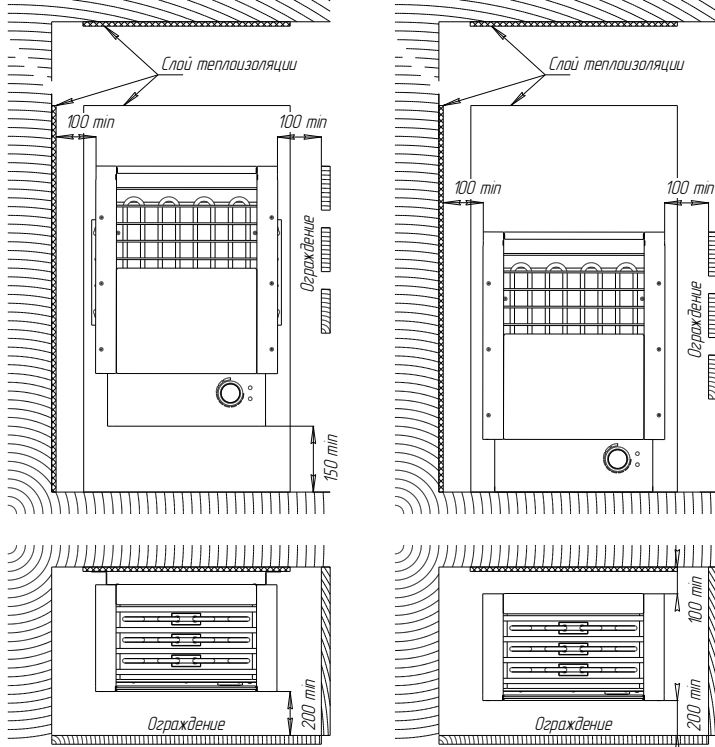
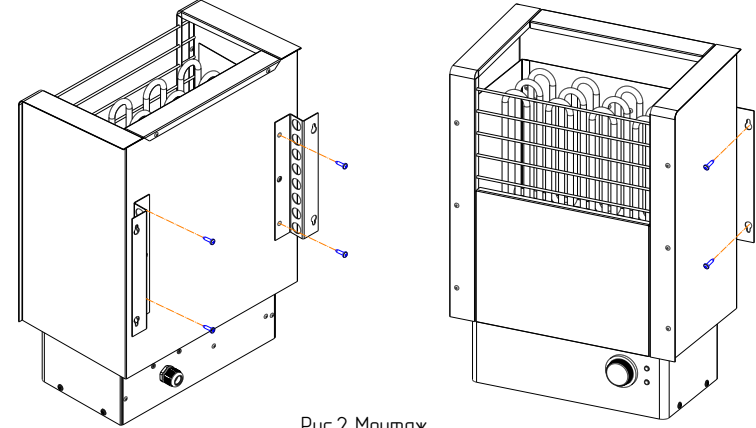

Рис.1 Схема установки
Рис.2 Монтаж
6.1. **ВЫБОР МОЩНОСТИ** каменки необходимо производить с учетом размеров сауны (п.п.2.6), помещения парильни (п.п.6.2.), а также расстояния от каменки до стен, потолка, пола в соответствии с размерами указанными на рис.1 «Схема установки». Каменка со слишком большой мощностью нагреет сауну слишком быстро, камни не успеют хорошо прогреться и вода, политая на камни, вместо того, чтобы превратиться в пар, просто стечет. С другой стороны, при недостаточно мощной каменке, процесс нагрева сауны будет нежелательно долгим, что сокращает срок службы нагревательных элементов.
6.4. **УСТАНОВКА КАМЕНКИ** производится согласно рис.1 «Схема установки» и рис.2 «Монтаж». При напольном расположении, каменка устанавливается на теплостойкий фундамент и выставляется по высоте с помощью регулируемых по высоте ножек. При настенном расположении, каменка устанавливается на стену при помощи кронштейнов на заранее подготовленное прочное теплостойкое основание (Рис.2).
Около каменки стены и пол сауны должны иметь огнезащитную панель из листового металла с теплоизоляцией из листового асбеста или минваты. Установку защитной решетки вокруг каменки следует производить на расстоянии указанном на рис.1 «Схема установки».